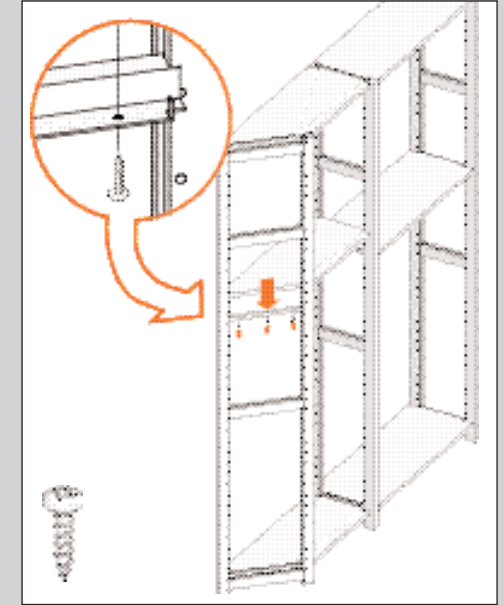

ABBILDUNG 35
4. Legen Sie den Eckboden mit der einen Seite in die Nuten des Ständers und mit der anderen Seite auf die Bodenhalterung. Die Laschen der Halterung müssen in die Löcher des Eckbodens fallen (siehe Abb. 35).
5. Schrauben Sie die Halterung von unten am Eckboden fest (siehe Abb. 35).